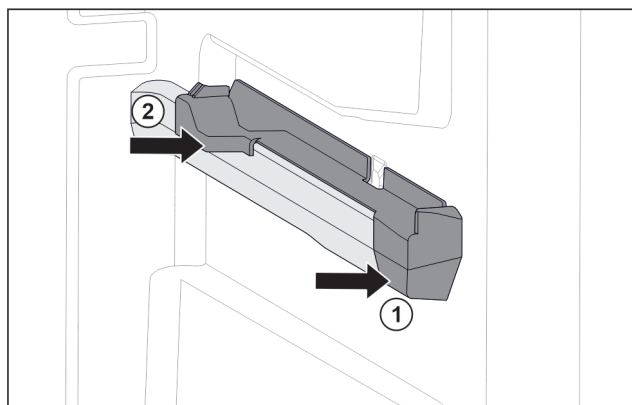

Fig. 49 Násuvný diel na pravom rebre nádoby
- ▶ Nasadte násuvný diel vpredu na rebro nádoby. Fig. 49 (1)
- ▶ Pritlačte násuvný diel vzadu. Fig. 49 (2)